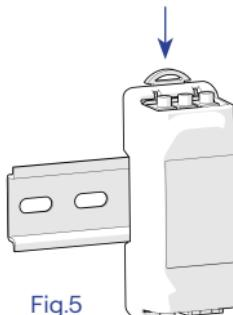

Fig.5
**4.** La CT box (codes : PM02M, PM02T, PM02T100) peut être fixée sur un rail DIN, en la verrouillant en tirant et relâchant le crochet prévu à cet effet (Fig. 5). La CT box compacte (codes : PM03M, PM03T30, PM03T100) peut être simplement placée librement à l'intérieur du tableau électrique.